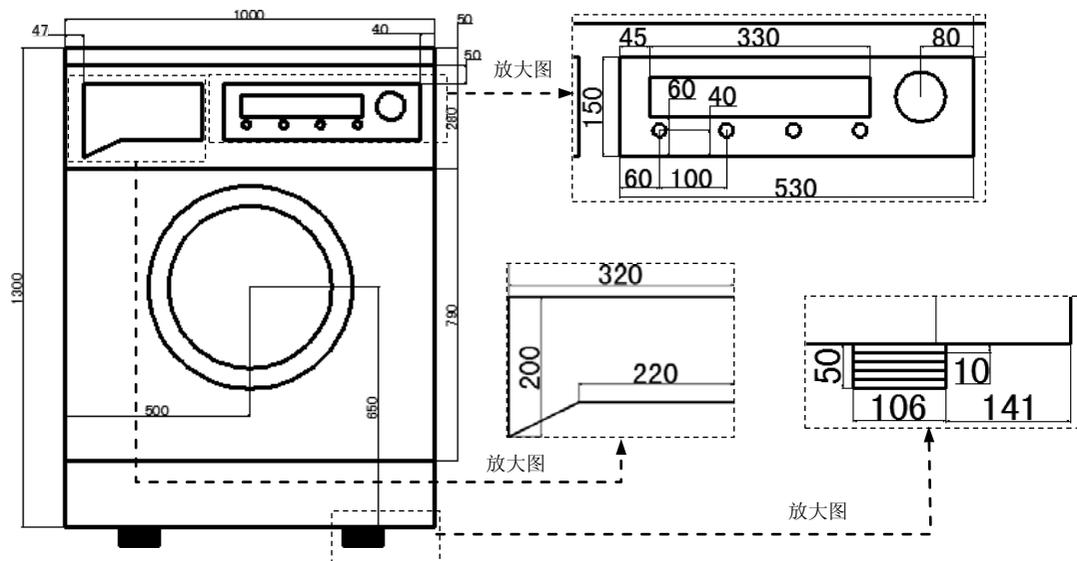

图 17.6.25 创建线性尺寸
Step3. 用 **标注(D)** → **线性(L)** 命令创建线性标注，完成后的图形如图 17.6.25 所示。